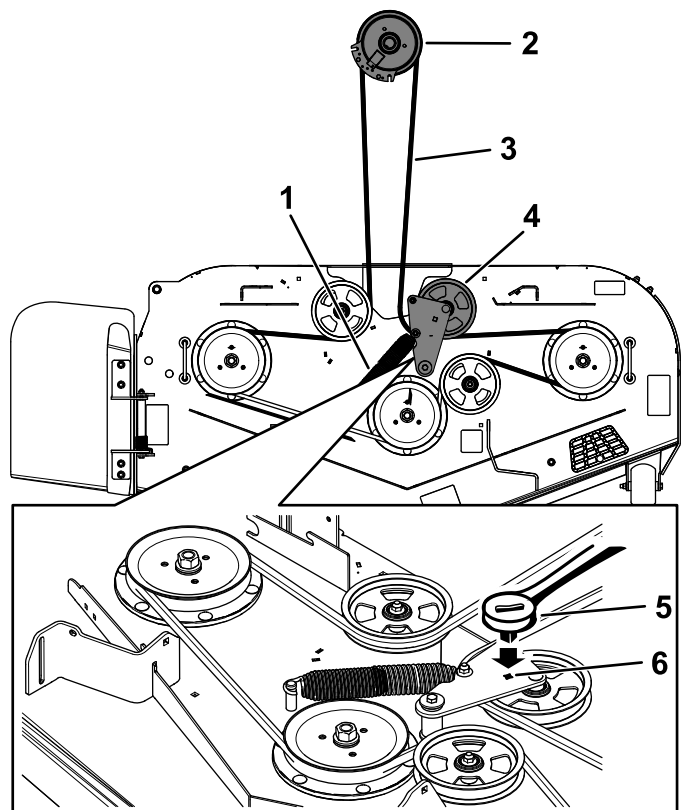

Figure 84
6. Insérez un rochet de 3/8 pouce dans le trou carré du bras de la poulie de tension pour déposer le ressort de la poulie de tension (Figure 84).
8. Enlevez le guide-courroie situé sur le bras de la poulie de tension rappelé par ressort (Figure 84).
10. Acheminez la courroie neuve autour des poulies du tablier de coupe et de la poulie d'embrayage, sous le moteur (Figure 84).
11. Montez le guide-courroie sur le bras de la poulie tension (Figure 84).
12. Insérez le rochet de 3/8 pouce dans le trou carré et installez le ressort de la poulie de tension (Figure 84).